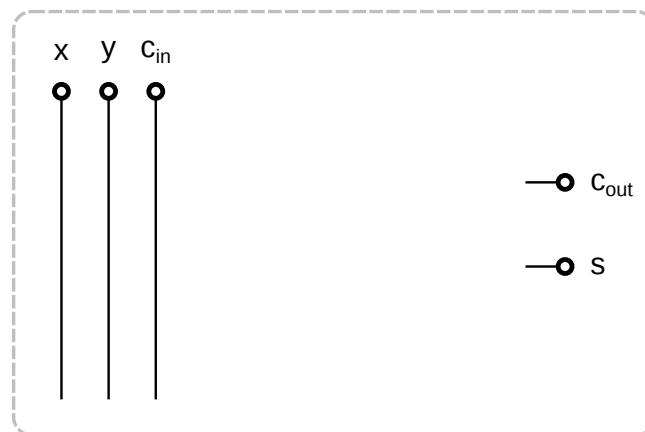

Abbildung 10: Zeichnen Sie hier die optimierte Variante des Volladdierers ein
3. Versuchen Sie die FA-Schaltung so umzuformen, dass Ihnen zwei Quad-Gatter genügen. Notieren Sie die Herleitung und zeichnen Sie die Schaltung in Abbildung 10.